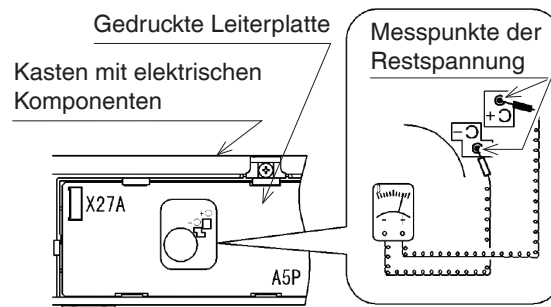

Abbildung 27
- Prüfen Sie die Restspannung des Innengeräts entsprechend den Anweisungen. (Siehe **Abbildung 27**.)